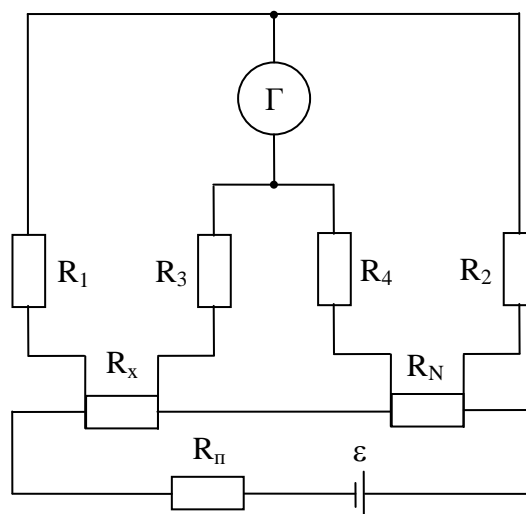

Рис. 6.
20. Равновесие двойного моста постоянного тока (рис. 6) имеет место при следующих значениях сопротивлений, из которых составлен мост: $R_1 = R_3 = 200$ Ом, $R_2 = R_4 = 100$ Ом, $R_N = 0,001$ Ом. Сравняющим устройством является магнитоэлектрический гальванометр. Определите сопротивление R_x , при котором мост уравновешен.